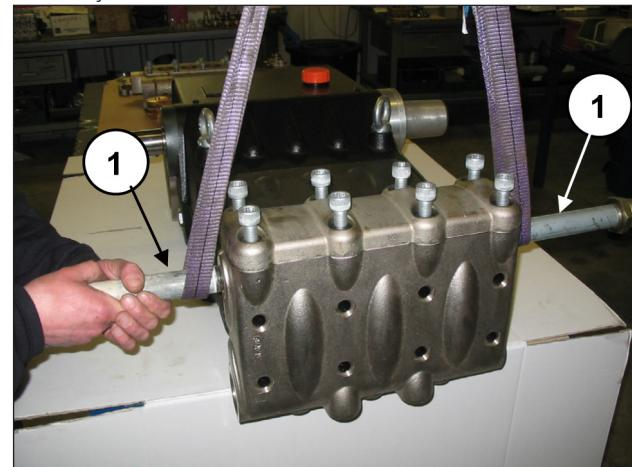
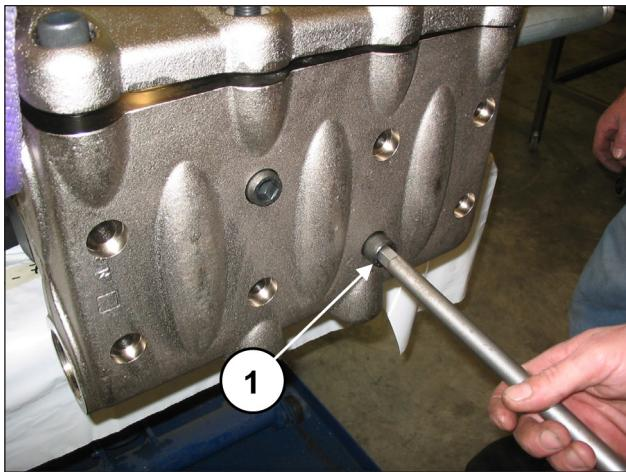

Fig. 104
Fig. 105
Aplique dois suportes com rosqueamento G2" nos engates de fluxo do cabeçote (pos. ①, Fig. 104) e, em seguida, solte os oito parafusos M16x150 (pos. ①, Fig. 105).